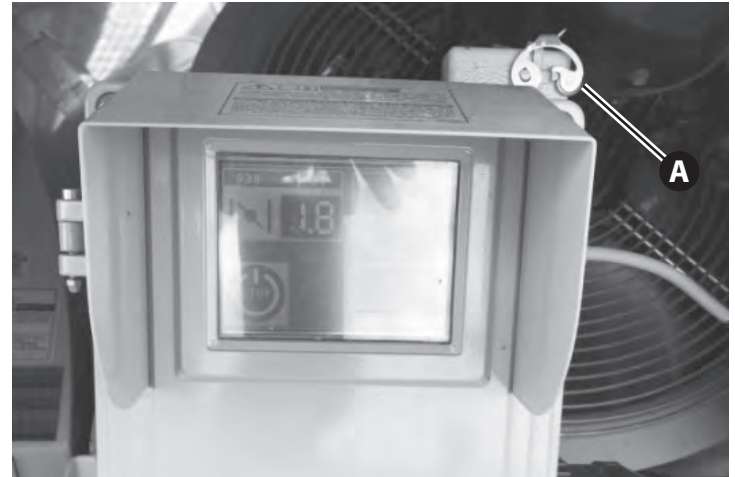

Figura 4.20
3. Ubique el receptáculo para el termostato remoto en la parte superior derecha del módulo de control del calentador (A, Figura 4.20).